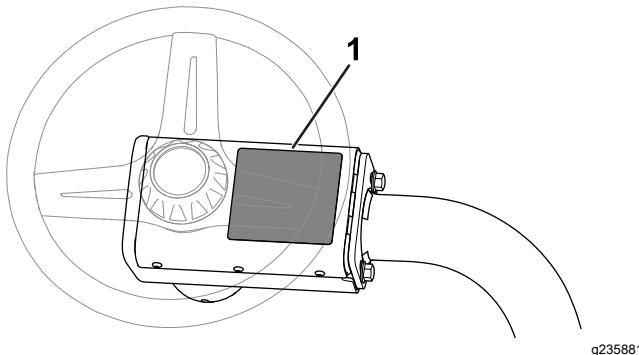

Bild 14
- Überkleben Sie den vorhandenen Warnaufkleber (Bestellnummer 136-8506) mit dem CE-Warnaufkleber (Bestellnummer 136-8505), siehe Bild 14